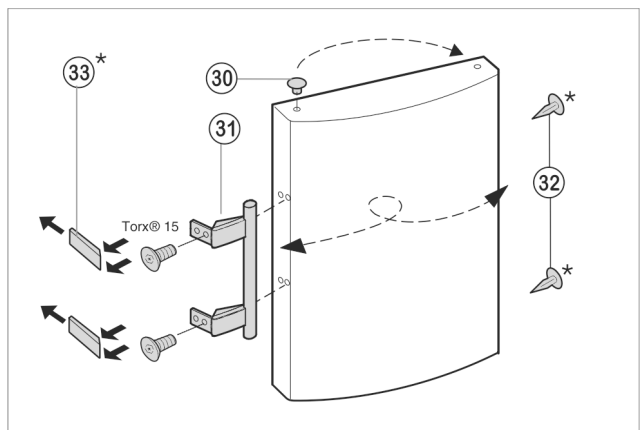

Fig. 10
- ▶ Retire el tapón Fig. 10 (30) del casquillo de cojinete de la puerta y cámbielo de sitio.
- ▶ Desmonte el tirador de la puerta Fig. 10 (31), los tapones Fig. 10 (32) y las placas de presión Fig. 10 (33) y cámbielos al lado opuesto.